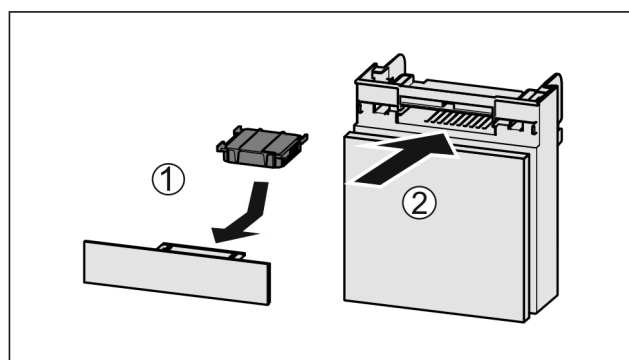

Fig. 49
- ▶ Anbring aktivkulfilteret som vis på billedet Fig. 49 (1).
- ▶ Skub rummet ind Fig. 49 (2).